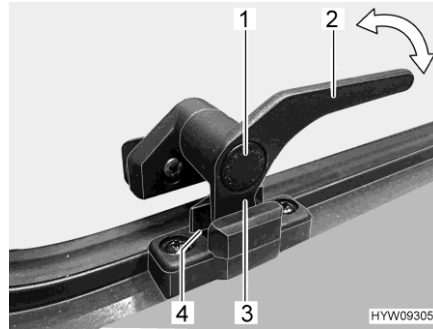

Fig. 62 Palanca de bloqueo (posición de "ventilación continua")
- En la posición "ventilación continua" (Fig. 62)
- Presionar el botón de seguridad (Fig. 62,1) y mantenerlo pulsado.
- Girar la palanca de bloqueo (Fig. 62,3) un cuarto de vuelta hacia la mitad de la ventana.
- Girar de nuevo hacia atrás la palanca de bloqueo. El saliente de bloqueo (Fig. 62,3) de la palanca de bloqueo se ha de introducir para ello en el rebaje del bloqueo de la ventana (Fig. 62,4).
- Soltar el botón de seguridad (Fig. 62,1).